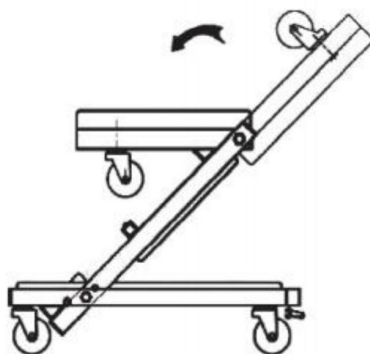

Figure 4 - Adjusting Creeper to seat configuration
(Afb. 4). Zorg ervoor dat de borgpen volledig vastzit.
1. Lås upp den fjäderbelastade låsstiften genom att dra ut den tills den lossnar, samtidigt som du roterar huvudramen och mittramen uppåt och bakåt mot den bakre ramsektionen tills låsstiftet kan gripa in i krypförarens låshylsa. (Bild 4). Se till att låsstiftet är helt inlåst.